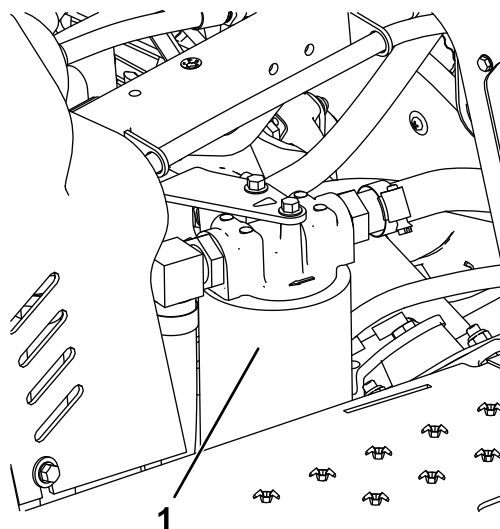

図 42
4. 機体左側にある油圧オイルフィルタ 図 42 の下に容器を置く。
7. 新しい油圧フィルタを取り付ける 図 42 ガasket がフィルタヘッドに当たるまで手で回し、そこからさらに 3/4 回転締め付ける。